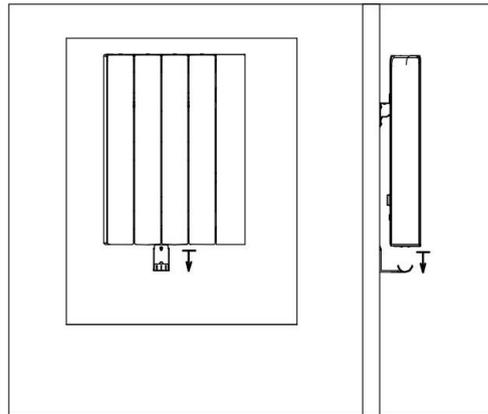

Abbildung 4
4. Den Heizkörper wie in Abb. 4 gezeigt oben auf die Halterungen setzen.